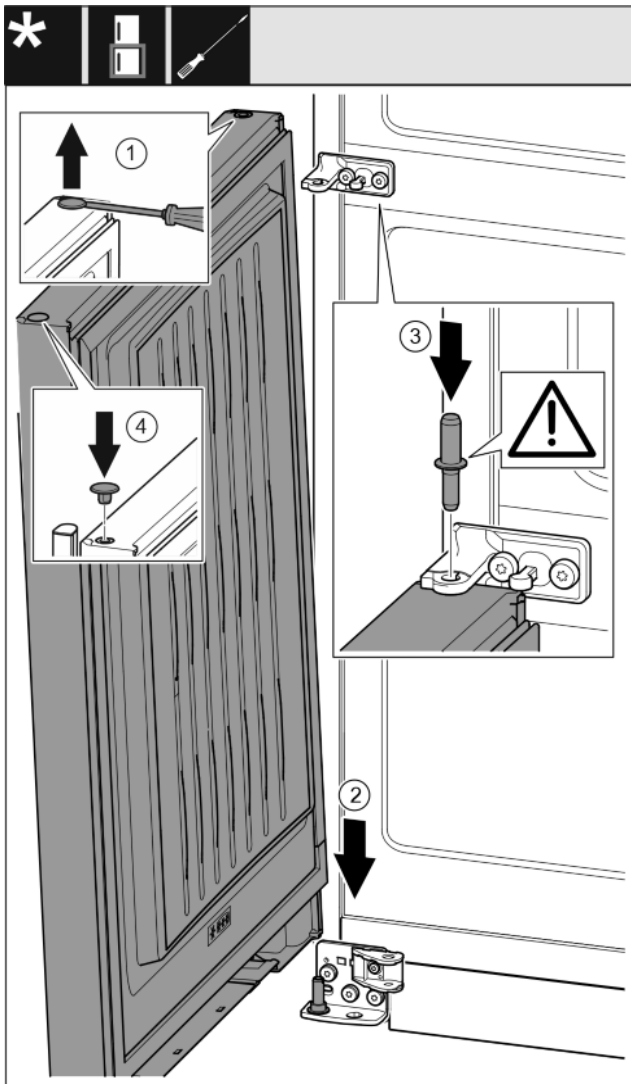

Fig. 32
- ▶ Stopfen vorsichtig mit einem Schlitzschraubendreher anheben und herausziehen. Fig. 32 (1)
- ▶ Tür von oben auf den unteren Lagerbolzen aufsetzen. Fig. 32 (2)
- ▶ Lagerbolzen Mitte durch Lagerbock Mitte in die untere Tür einsetzen. Dabei darauf achten, dass der Rastnocken nach hinten zeigt. Fig. 32 (3)
- ▶ Stopfen auf der anderen Türseite wieder einsetzen. Fig. 32 (4)